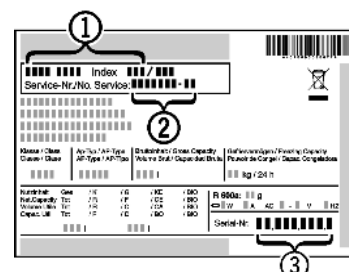

Fig. 53
- ▶ Identificați denumirea aparatului Fig. 53 (1), numărul de service Fig. 53 (2) și numărul de serie Fig. 53 (3) pe marca de fabricație. Marca de fabricație se află pe partea stângă în interiorul aparatului.